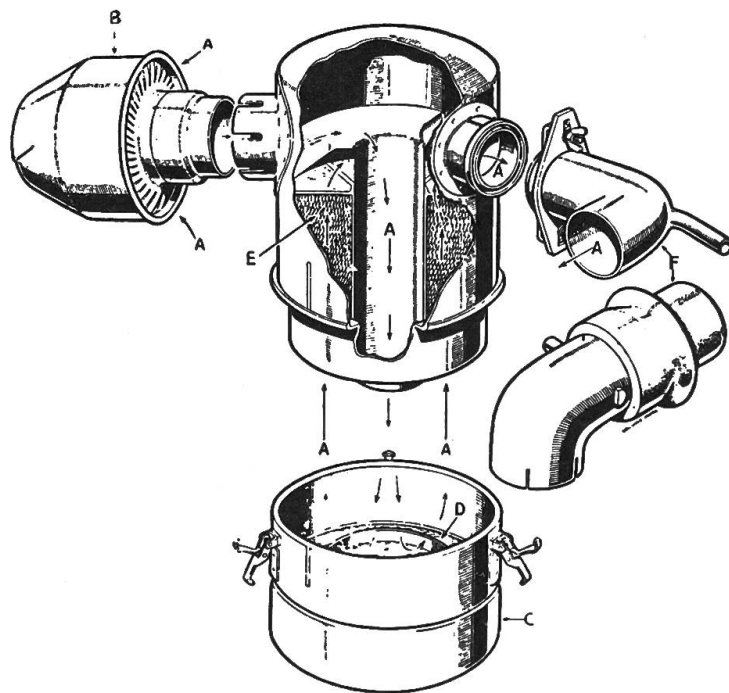

Fig. 1:
Filtre à air à bain d'huile: Vérifier le niveau de l'huile. S'il est trop haut (voir le repère), vider la cuve à huile (fig. 1 C). La nettoyer à l'essence, puis la laisser sécher et la remplir d'huile pour moteurs jusqu'au repère (s'il y a deux repères, seulement jusqu'au repère inférieur!).
3. Démontez la partie supérieure du filtre à air à bain d'huile (fig. 1, lettre E), c.-à-d. l'élément filtrant fin; le nettoyer dans l'essence, le laisser sécher et l'huiler légèrement.